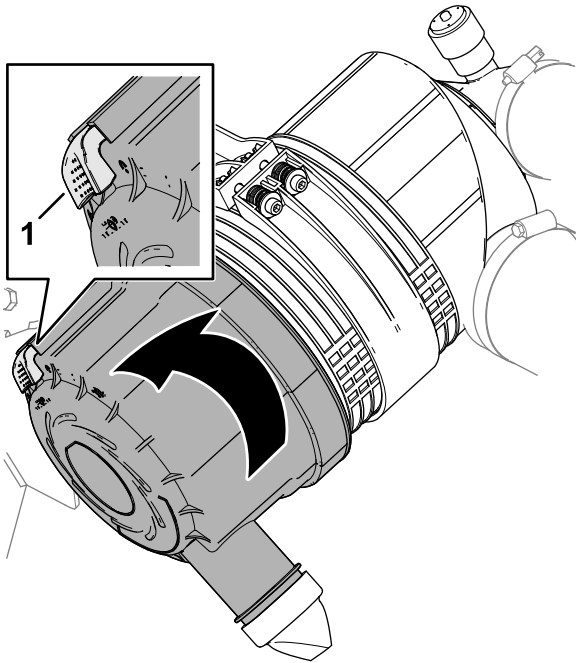

Figura 108
4. Tire hacia fuera del enganche y gire la tapa del limpiador de aire en sentido antihorario (Figura 108).